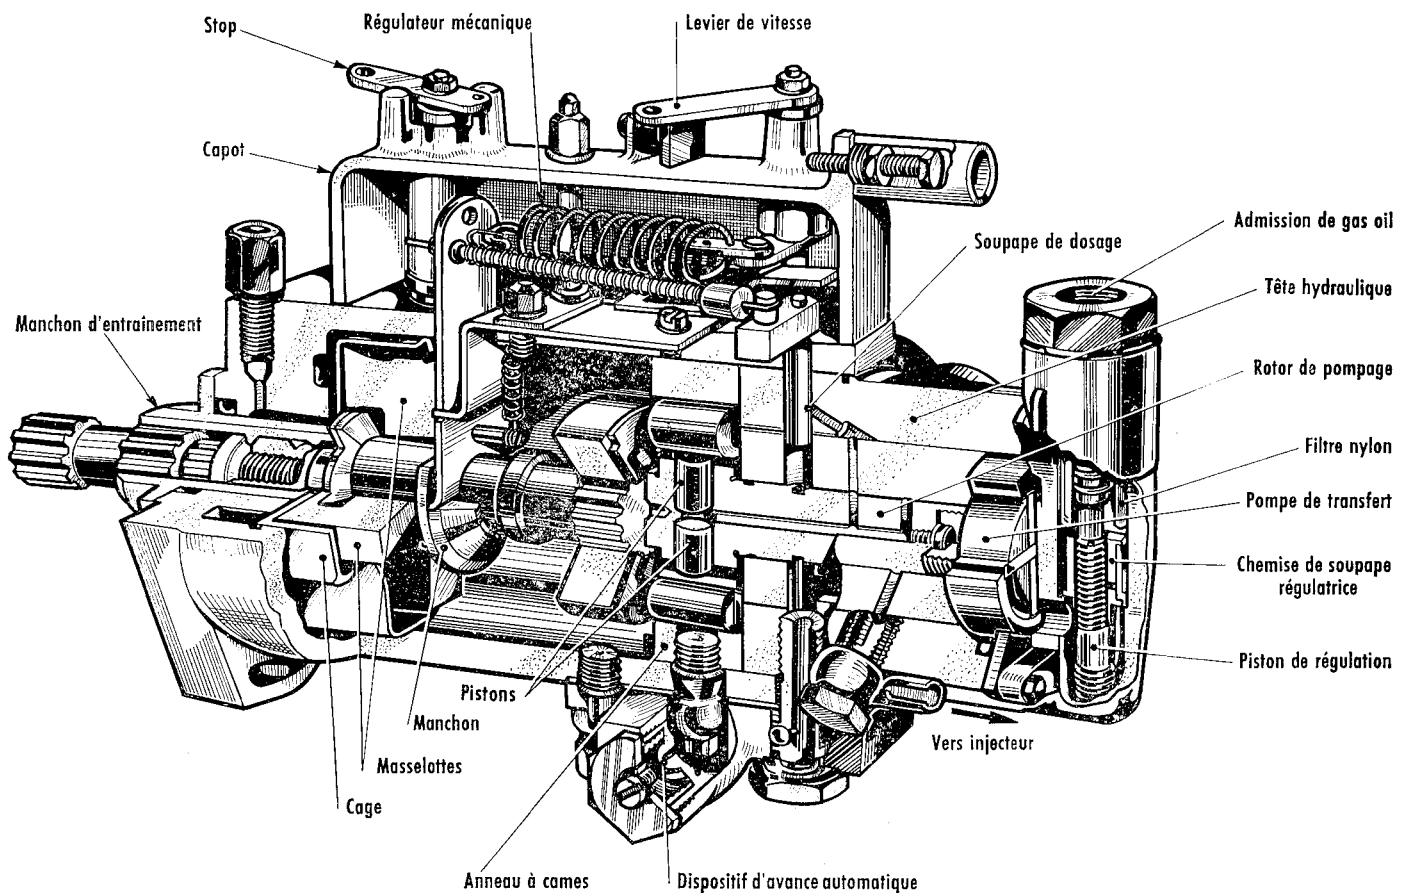
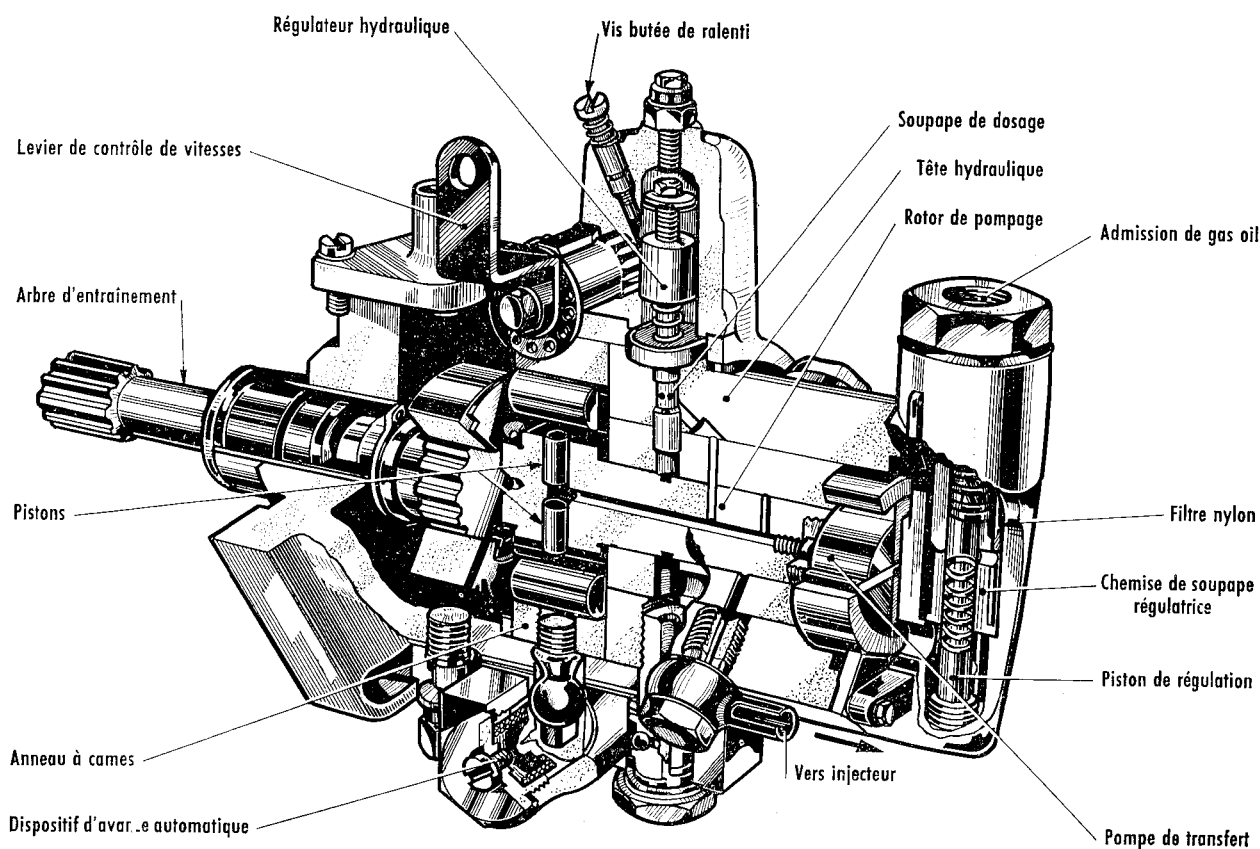

Fig. 2.
Fig. 3.
### Avance automatique (fig. 3)
Le combustible est ensuite distribué à haute pression aux injecteurs dans l'ordre d'injection correct et aux intervalles requis, par l'intermédiaire d'un *distributeur tournant* (2) solidaire de la pompe (fig. 2 et 3).
Un système de régulation « toutes vitesses » (1) mécanique (fig. 2) ou hydraulique (fig. 3) assure un contrôle précis de la vitesse. La pompe D.P.A. convient aux petits moteurs Diesel à hauts régimes de rotation. Elle se monte en position verticale ou horizontale.
Une pièce tournante centrale appelée « rotor de pompage » et de distribution (fig. 2 et 3) est entraînée par un arbre cannelé; ce rotor porte à une extrémité une pompe volumétrique à palettes dite « pompe de transfert » (fig. 2 et 3).
Du type centrifuge, le régulateur qui l'assure permet un ajustement précis du débit à n'importe quelle vitesse de rotation et quelle que soit la charge (fig. 2).
## Régulation hydraulique (fig. 3)
Une vis sert de butée de ralenti (fig. 3).